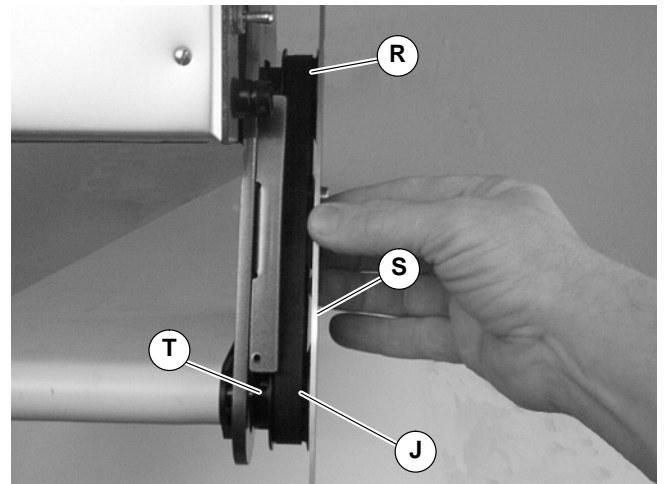

Abbildung 6
5. Zahnriemen (M) um Abtriebszahnrad (J) und Antriebszahnrad (R) legen (R). Abtriebszahnrad (J) auf Achszapfen des Förderbandes installieren.
6. Mit einem Ausrichtlineal (S siehe Abbildung 6) die Abtriebszahnrad (J) mit der Antriebszahnrad (R) ausrichten (R). Die Madenschrauben der Abtriebszahnrad fest anziehen (T).